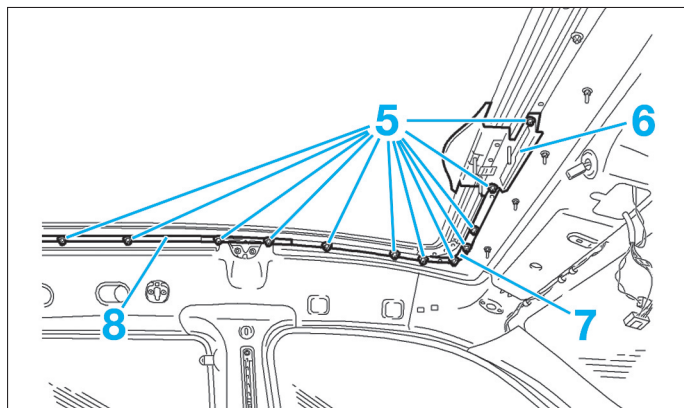

FIG. 54
- les écrous (5) (Fig.54),
- le support (6),
- le contre-cadre avant (7),
- le support (8).